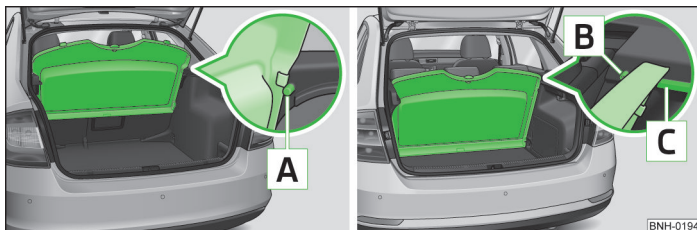

Fig. 63 Poziția de parcare a măștii portbagajului: Rapid / Rapid Spaceback
- Rapid: Împingeți masca demontată între spătarul banchetei spate și bolțurile [A] » fig. 63.
- La setarea „poziției de parcare”, masca portbagajului nu are voie în nici un caz să se afle între bolțul [B] » fig. 63 și spătarul banchetei spate²⁾.